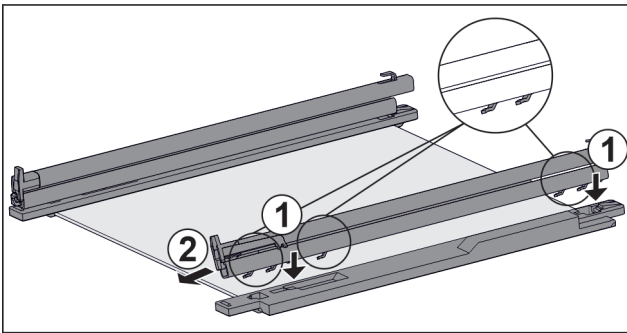

Fig. 115 Lasihylly kiskoilla ja pidikkeillä
- ▶ Aseta kiskon koukku **vasemman** pidikkeen aukoille. Fig. 115 (1)
- ▶ Vedä kiskoa eteenpäin. Fig. 115 (2)
- ▶ Aseta kiskon koukku **oikeanpuolisen** pidikkeen aukoille. Fig. 115 (1)